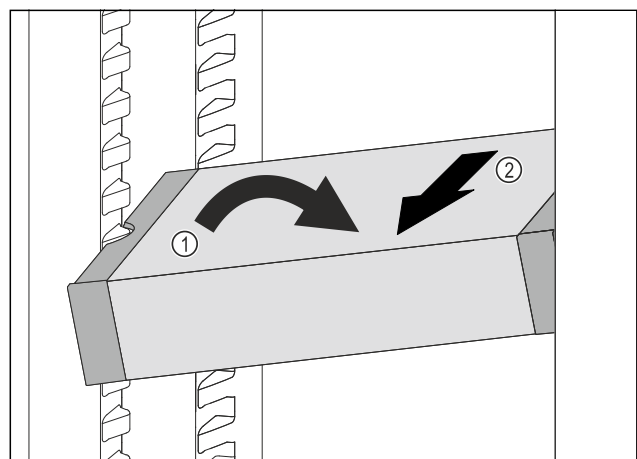

Fig. 117
- ▶ VarioSafe im Kühlteil schräg stellen. Fig. 117 (1)
- ▶ VarioSafe nach vorne entnehmen. Fig. 117 (2)